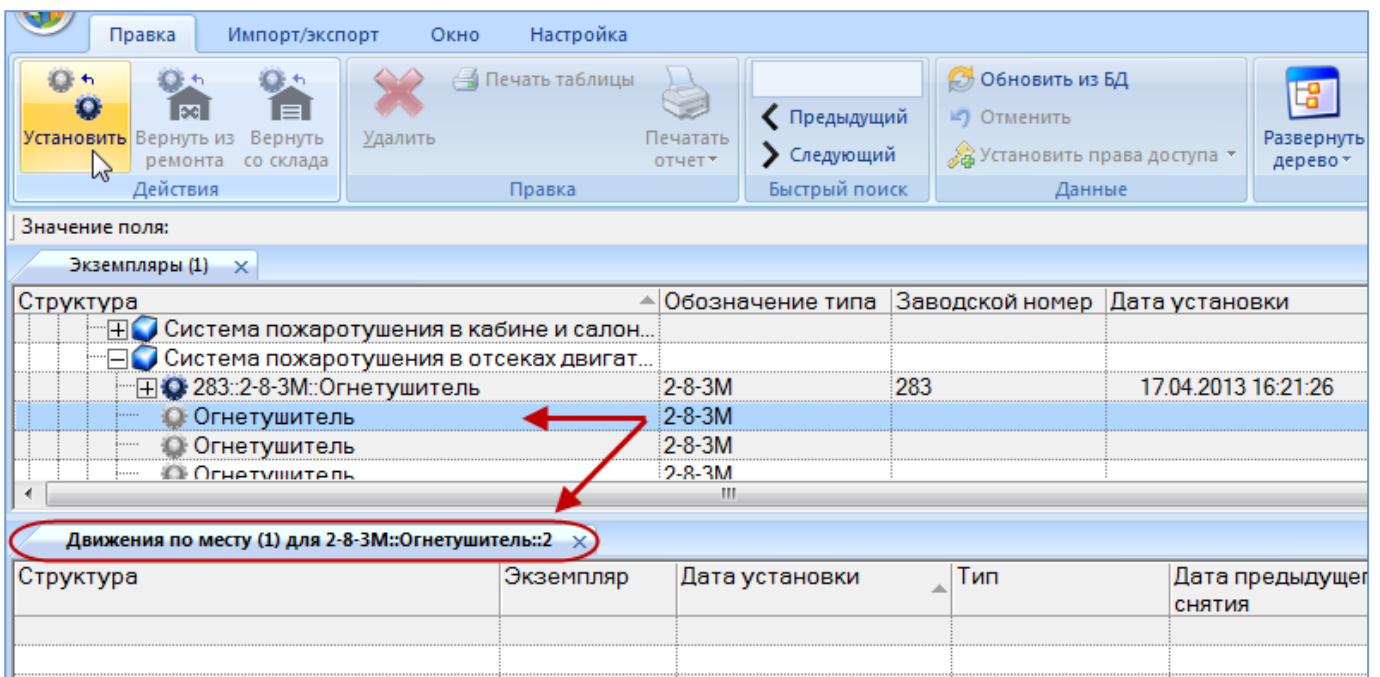

Рис. 13-134 – Установка экземпляра ПКИ в вышестоящую сборку
4) Выбрать открывшееся окно связанных объектов «Движения по месту» и нажать кнопку «Установить» панели «Действия» (рис. 13-134).